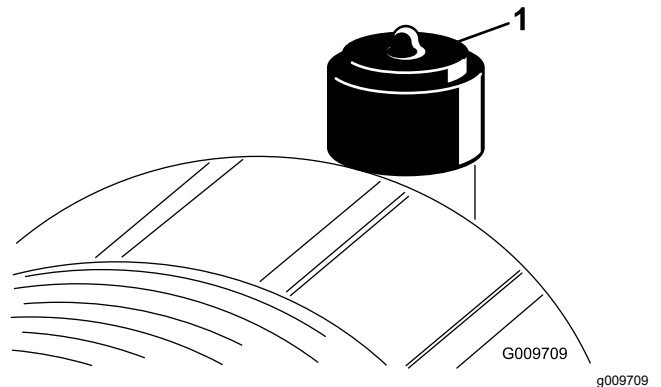

Bild 53
Warten Sie den Luftfiltereinsatz nur, wenn die Verstopfungsanzeige dies angibt (Bild 53). Das frühzeitige Auswechseln des Luftfilterelements erhöht die Gefahr, dass Schmutz in den Motor gelangt, wenn Sie das Filterelement entfernen.
2. Stellen Sie die Verstopfungsanzeige (Bild 53) zurück, wenn sie auf Rot steht.